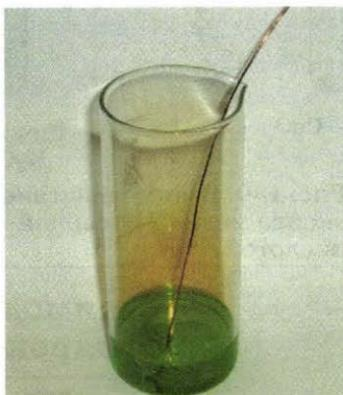

Рис. 128. Взаимодействие концентрированной азотной кислоты с медью сопровождается образованием бурого газа — оксида азота (IV)
При взаимодействии концентрированной азотной кислоты с медью образуется бурый оксид азота (IV) (рис. 128):